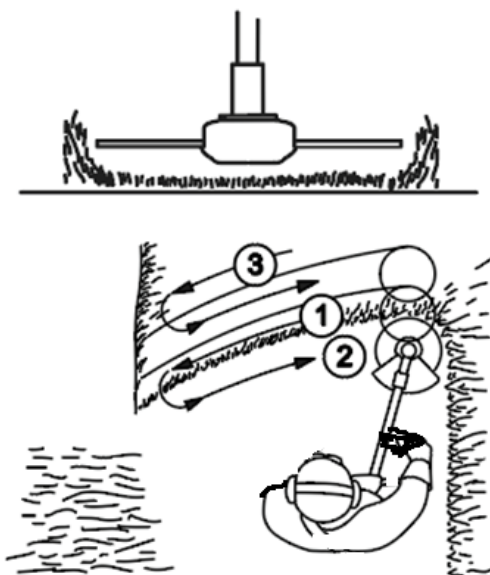

Рисунок 5. Схема скошування трави на ділянках вільних від перешкод.
3. Під час скошування плавно рухати виробом з боку в бік (рис. 5), намагаючись водночас утримувати різальну частину виробу на однаковій висоті над землею. Не намагайтесь скошувати високу траву за один раз. Це може призвести до намотування трави та перевантаження двигуна. Скошування високої трави рекомендовано починати поступово, починаючи з верхівок.